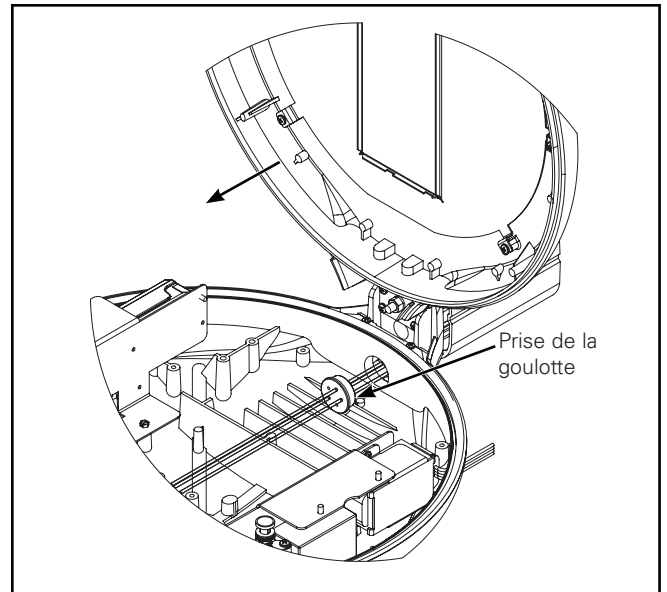
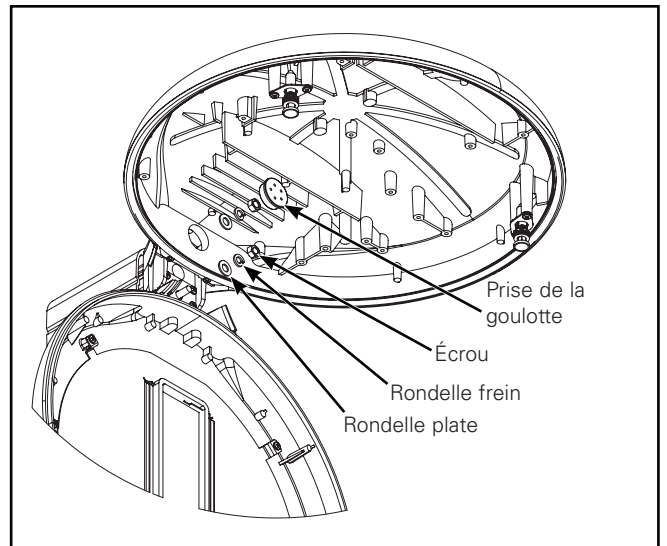

Figure 3A.
Figure 3B.
### Fixation du boîtier au bras (Figures 3A – 3B.)
1. Retirez la prise de la goulotte du boîtier. Dégagez les câbles de sortie du luminaire afin que les tiges filetées soient accessibles par le boîtier du luminaire (Figure 3A). Passez les câbles du luminaire à travers le bras. Faites glisser le boîtier sur les tiges filetées et fixez-le à l'aide des rondelles plates, des rondelles frein et des écrous hexagonaux de la manière suivante : moyenne icône (ICM) - 50,84 N-m (450 po-lb), petite icône (ICS) - 14,69 N-m (130 po-lb) (Figure 3B). Réinstallez la prise de la goulotte dans la goulotte du boîtier.